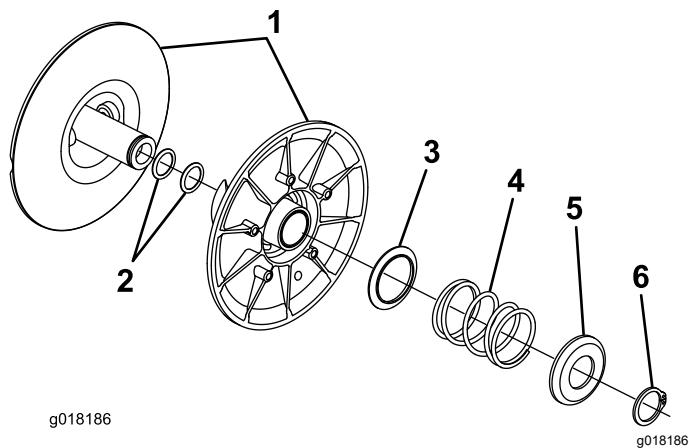

図 10
6. クラッチの向きを変える図10。
に押し縮めてスプリングの圧力をリテーナリングに掛からないようにする図 10。
9. クラッチを2つに分割する図 10。
10. クラッチシャフトにシムを取り付ける図 10。